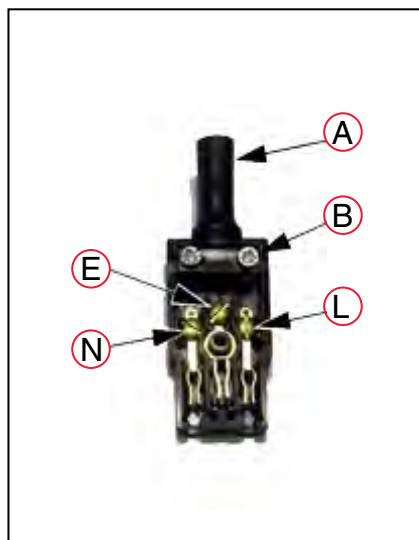

图 4-13. 交流电源配对连接器
3. 松开电缆夹上的两个螺钉。请参见第 62 页上的图 4-13. 交流电源配对连接器。